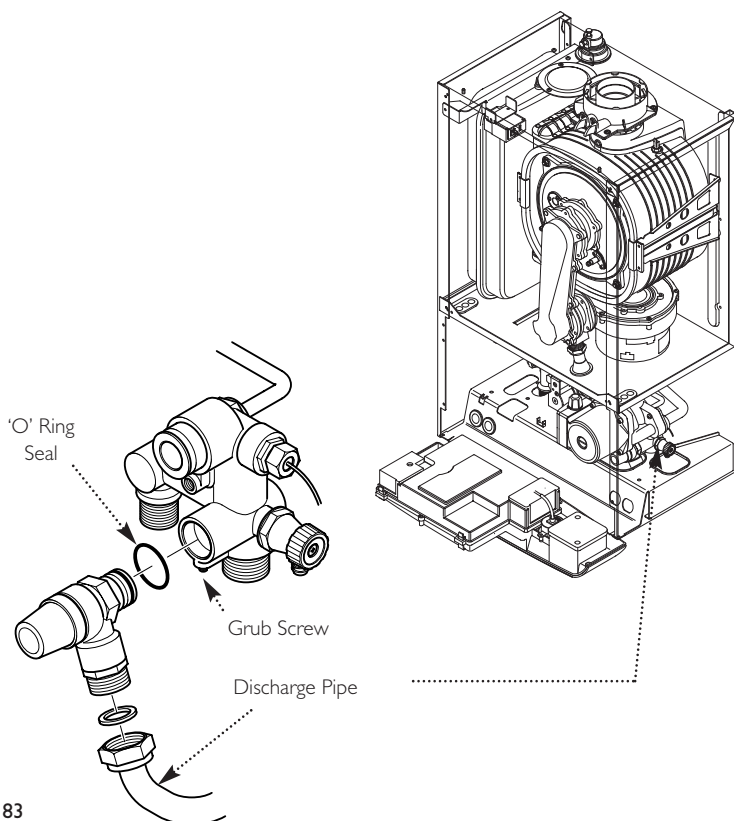

Fig. 83
14.17 Pressure Relief Valve (Fig. 83)